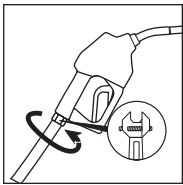

Figure 6/Ilustración 6
- Engage the male thread into the nozzle body, and tighten the hose nut per hose instructions. (See Figure 6)
- Inserte la rosca macho en el cuerpo de la pistola surtidora y ajuste la tuerca de la manguera según lo indican las instrucciones de la manguera (vea la ilustración 6).